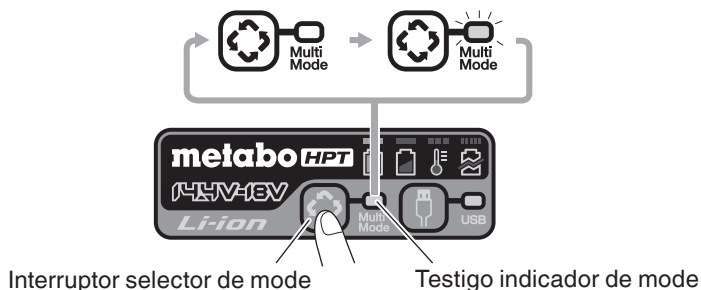

Fig. 2
Cuando el interruptor selector de modo está apagado, las baterías se cargan en el modo Normal. Cuando el interruptor está encendido, se cargan en el modo Múltiple. (Fig. 2)
2. Seleccione el modo de carga. Seleccione el modo de carga que se adapte a los requisitos. (Fig. 2) (Consulte “SELECCIÓN DE MODO DE CARGA” en la página 45).